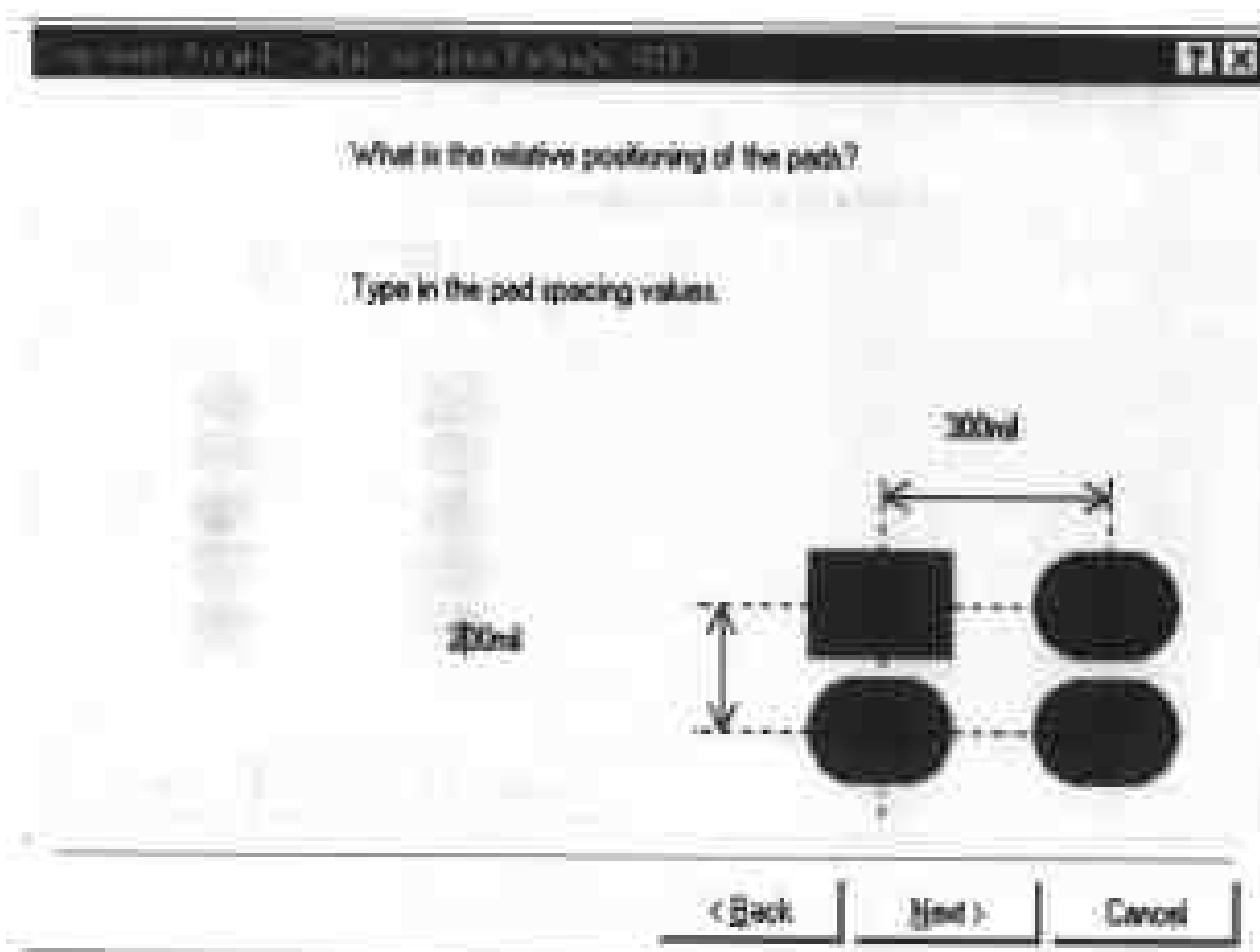

图 7-35 焊盘间距设置对话框
(4) 用鼠标左键单击“Next”按钮，系统弹出如图 7-35 所示的对话框，进行焊盘间距设置。方法同“焊盘尺寸设置”。本例将双排焊盘的排距设置为 300mil，同排焊盘的间距设置为 200 mil。